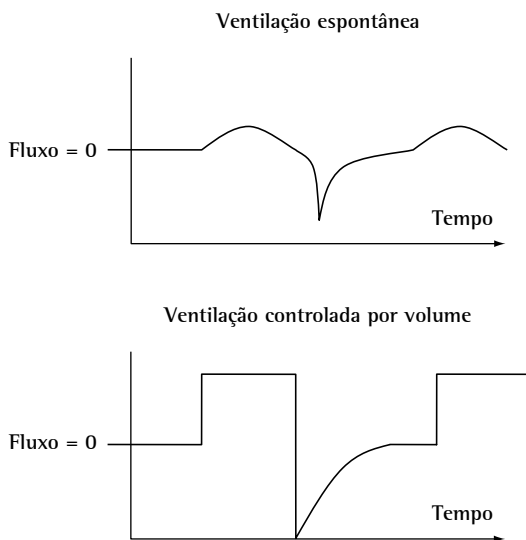

Figura 2 – Curvas de fluxo.
O fluxo geralmente é medido diretamente pelo ventilador, através de sensores de pressão diferencial que estão posicionados entre a cânula endotraqueal e o "Y" do circuito do ventilador. O fluxo inicia-se, nos modos controlados, depois de determinado intervalo de tempo (depende da f ou da relação inspiração:expiração - TI/TE) ou através de um limite de sensibilidade (*trigger* ou disparo) pré-estabelecido. Duas técnicas são utilizadas na prática para o disparo de um ciclo ventilatório: a queda de pressão ou a geração de fluxo (na modalidade assistida e/ou espontânea). Após o início do ciclo (disparo) o fluxo aumenta até atingir um valor pré-fixado, chamado de pico de fluxo. Este valor é definido pelo operador no modo volume controlado e pode ser mantido constante ou ter valor decrescente no tempo. O fluxo, nessa modalidade, vai definir o tempo que a válvula inspiratória permanecerá aberta (TI), de acordo com o VT estabelecido. Por exemplo: Ventilação com volume controlado com VT de 500 mL e \dot{V} de 60 L/min (ou seja, 1 L/s); logo o TI será de 0,5 s – tempo que a válvula inspiratória permanecerá aberta para propiciar a entrada de 1/2 L de ar. O fluxo inspiratório encerra-se conforme o modo de ciclagem estabelecido, ou seja, fecha-se a válvula ins e abre-se a válvula expiratória do aparelho, começando então o fluxo expiratório. As características da curva de fluxo nos modos espontâneos (pico e duração) são determinadas pela demanda do paciente. O começo e o final da inspiração são, normalmente, minimamente afetados pelo tempo de resposta do sistema de demanda (válvulas). Porém, em casos de alta demanda (por parte do paciente), o retardo na abertura da válvula inspiratória pode gerar dissincronia paciente-ventilador. Na Figura 2 abaixo, apresentamos o exemplo de uma onda de fluxo quadrada (fluxo constante) no modo volume controlado. Apresentamos ainda a característica da onda de fluxo na ventilação espontânea sem o uso de suporte ventilatório.
Durante a ventilação espontânea, na inspiração, devido à contração da musculatura respiratória, ocorre uma queda da pressão nos alvéolos/vias aéreas para que seja gerado o fluxo inspiratório (Figura 2). Na ventilação assistida e em modos espontâneos como a Pressão de Suporte, a contração da musculatura vai depender da demanda metabólica do paciente (controle neural – *drive*), vai proporcionar a queda de pressão no circuito e, de acordo com